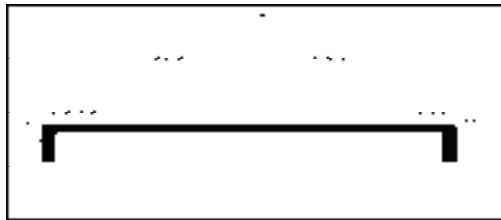

图 13-235 修剪图形
5) 调用“修剪”命令、“圆角”命令，修剪所偏移的线段；并将内部的屋顶线线型设置为虚线，结果如图 13-235 所示。